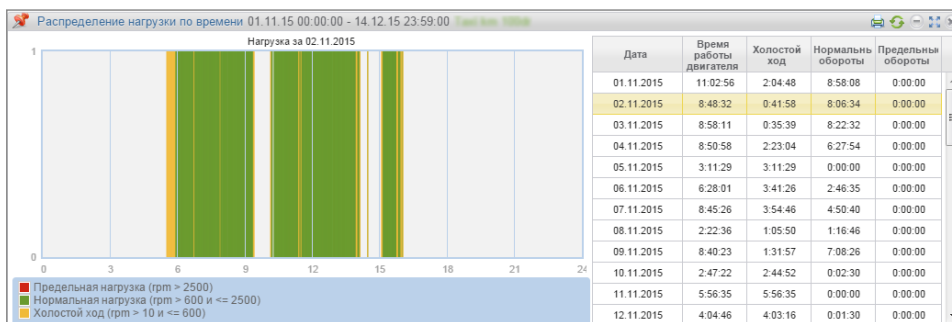

Рисунок 42. Отчет «Распределение нагрузки по времени»
3. Откройте закладку «Диаграммы» и выберите «Распределение нагрузки по времени». В окне программы отобразится отчет по распределению нагрузки ТС по времени в течение суток (Рисунок 42).